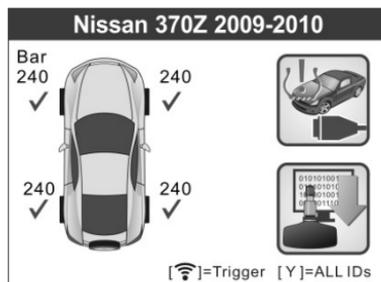

Figura 4.17
- 2) Verrà visualizzata una schermata di attivazione con i dati del sensore attivato in precedenza (figura 4.17). Utilizzare i pulsanti di scorrimento **SU/GIÙ** e **DESTRA/SINISTRA** per selezionare la ruota da sottoporre al test e premere il pulsante **TEST** per riattivare il sensore, oppure premere il pulsante **S** per visualizzare tutti i dati di dettaglio del sensore (figura 4.18).